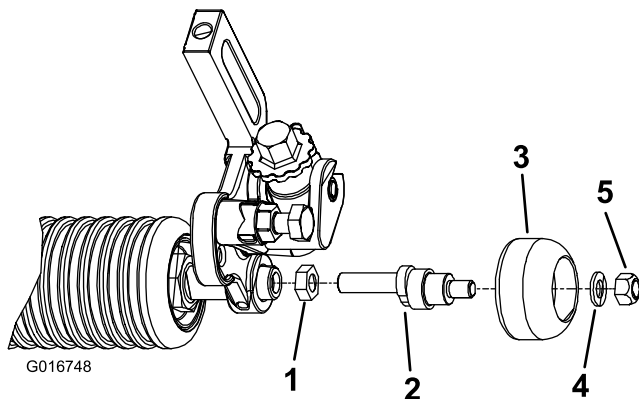

図 1
2. 頂部変形ジャムナットを、オフセットシャフトの長い方のねじ山に最後まで入れる (図 1)。ジャムナットの変形端が最後にねじ山にかかるように入れること。締めつけないこと。
3. オフセットシャフトの長い方のねじ山にブルーロックタイトを塗布する (図 1)。
5. オフセットシャフトのもう一方の端部に補助ローラ・アセンブリを差し込みワッシャとロックナットで固定する (図 1)。